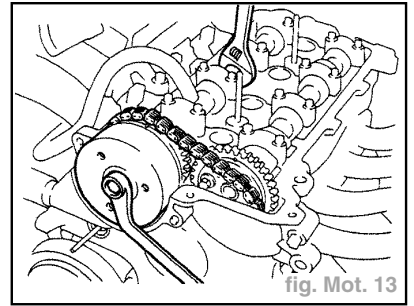

fig. Mot. 13
- Maintenir la portion hexagonale de l'arbre à cames à l'aide d'une clé, et reposer le boulon sur l'ensemble de commande de distribution de soupapes (fig. Mot. 13).